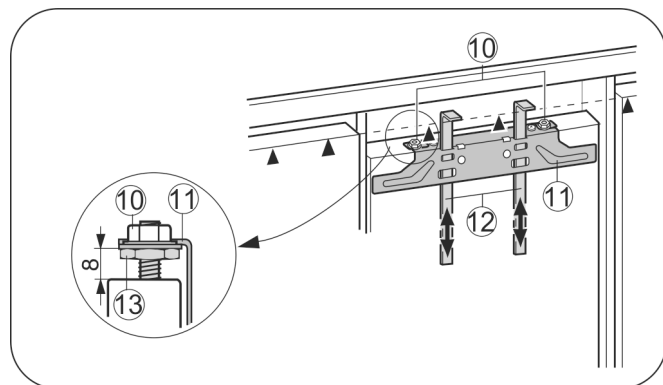

Fig. 17
- ▶ Montážní pomůcky Fig. 17 (12) vsuňte nahoru do výšky nábytkových dveří. Spodní dorazová hrana ▲ montážní pomůcky = horní hrana montovaných nábytkových dveří.
- ▶ Upevňovací příčník Fig. 17 (11) vyšroubujte přes pojistné matice Fig. 17 (10).